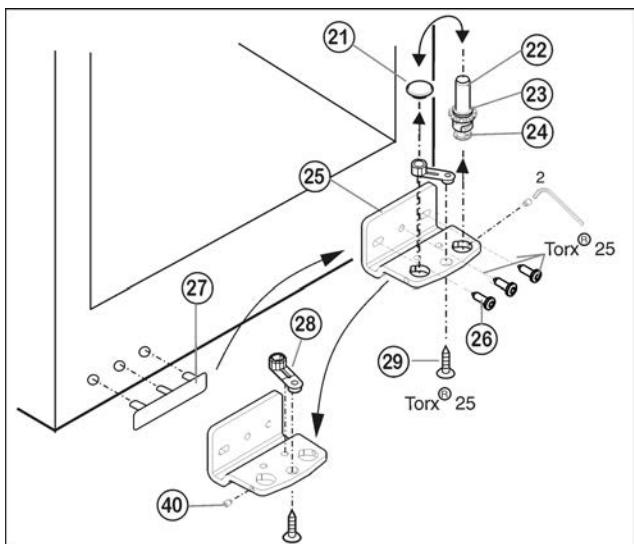

Fig. 7
- ▶ Отвинтите установочный винт Fig. 7 (40) приблизительно на один оборот прилагаемым торцевым ключом.
- ▶ Извлеките опорный винт Fig. 7 (22) в комплекте с шайбой Fig. 7 (23) и регулируемой опорой Fig. 7 (24), вывинчивая его вверх.
- ▶ Снимите пробку Fig. 7 (21).
- ▶ Открутите Fig. 7 (26) опорный кронштейн Fig. 7 (25).
- ▶ Полнотью выкрутите установочный винт Fig. 7 (40) и вкрутите на противоположной стороне на нижнем опорном кронштейне, чтобы он был заподлицо с этим кронштейном.
- ▶ Открутите Fig. 7 (29) опорную деталь Fig. 7 (28) и, переставив в отверстие на противоположной стороне опорного кронштейна, снова прикрутите.
- ▶ Переставьте пробку Fig. 7 (21) в свободное отверстие.
- ▶ Осторожно снимите и переставьте на противоположную сторону крышку со стороны ручки Fig. 7 (27).
- ▶ Снова прикрутите опорный кронштейн Fig. 7 (25) на новой стороне шарнира (**с моментом 4 Нм**). При необходимости используйте аккумуляторный шуруповерт.
- ▶ *Вновь закрутите опорный винт Fig. 7 (22) в комплекте с шайбой и регулируемой опорой.
- ▶ Затяните установочный винт Fig. 7 (40).
- ▶ Установите нижнюю дверцу сверху на нижний опорный винт Fig. 7 (22).
- ▶ При необходимости выровняйте дверцы через два продольных паза в нижнем опорном кронштейне Fig. 7 (25) и среднем опорном кронштейне Fig. 5 (13) параллельно корпусу устройства. Для этого выкрутите средний винт на нижнем опорном кронштейне Fig. 7 (25).